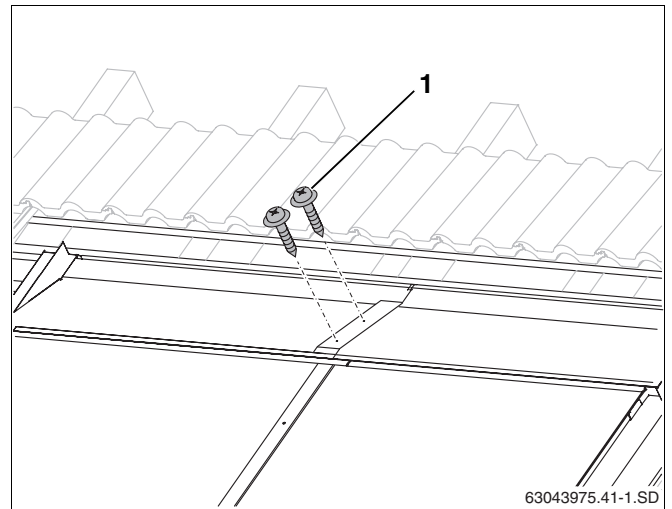

Fig. 57 Unión de las chapas protectoras superiores con tornillos
- ▶ Fije los solapamientos de las chapas con tres tornillos para metal (suministrados) de 25 mm de longitud por cada una (fig. 57, **pos. 1**).